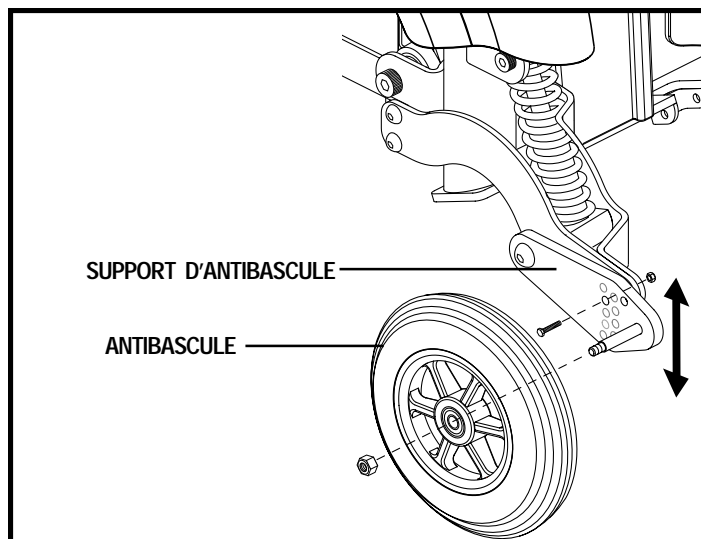

Figure 21. Réglage roulette antibascule
1. Enlevez la roulette antibascule. Voir la figure 21.
2. Retirez l'écrou et le boulon du support de roulette. Voir la figure 21.